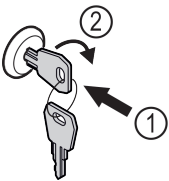

Fig. 87 Immagine a titolo di esempio
- ▶ Inserire la chiave Fig. 87 (1).
- ▶ Ruotare la chiave di 90° in senso orario Fig. 87 (2).